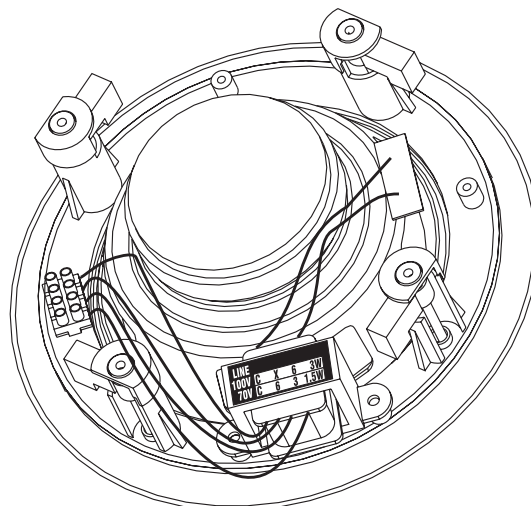

Figura 10 – terminales para selección de potencia en CL-5T
3.- Conexión de terminales: realizar la conexión entre los terminales de los cables con las bornas de presión del altavoz, cuidando mantener correctamente la polaridad. Para insertar los cables en las bornas, presione éstas para que quede accesible el orificio donde insertar el terminal; una vez hecho esto deje de hacer presión y el cable habrá quedado fijado. Para el modelo CL-5T se ha de seleccionar en primer lugar la potencia a la que va a trabajar el altavoz teniendo presente la tensión de alimentación; una vez hecho esto se han de conectar los terminales correspondientes a la potencia seleccionada (ver figura 10).